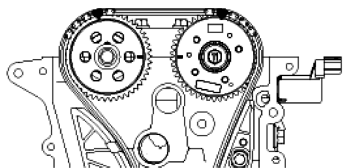

图 9-19 设置 1 号气缸活塞于压缩行程 TDC 位置
2) 对齐曲轴链轮正时标记和气缸盖的上表面, 将1号气缸活塞设置在压缩行程 TDC 位置, 如图 9-19 所示。